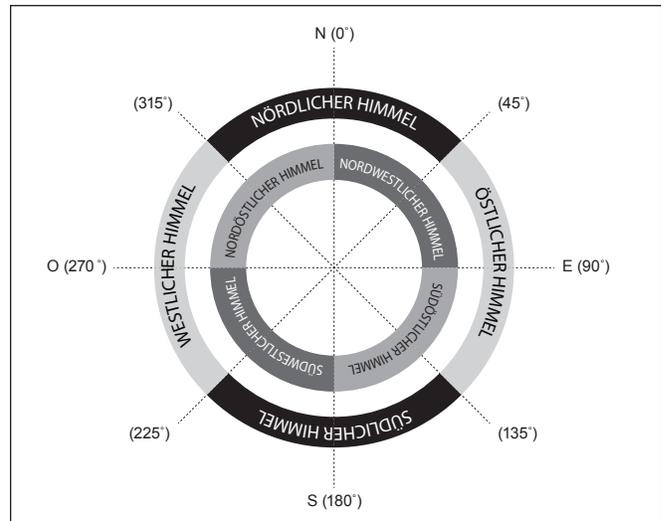

Abbildung 2. Ausrichtung der Himmelsregionen bei der Ausrichtungsmethode „Brightest Star“.
2. Die Handsteuerung fordert Sie mit „Select Region (Region auswählen)“ auf, eine Himmelsregion festzulegen. Finden Sie anhand von **Abbildung 2** die Region, auf der Sie den entsprechend hellsten Stern am Himmel sehen. Es kann hilfreich sein, hierbei einen Kompass zur Hand zu haben. Es stehen acht sich überschneidende Regionen zur Auswahl, die jeweils einen Azimut-Bereich von 90 Grad abdecken. Die gewählte Richtung hat nur Einfluss auf die Auswahl des Ausrichtungsterns. Sobald die Ausrichtung abgeschlossen ist, können Sie weiterhin Objekte aus allen Himmelsregionen zur Beobachtung auswählen.